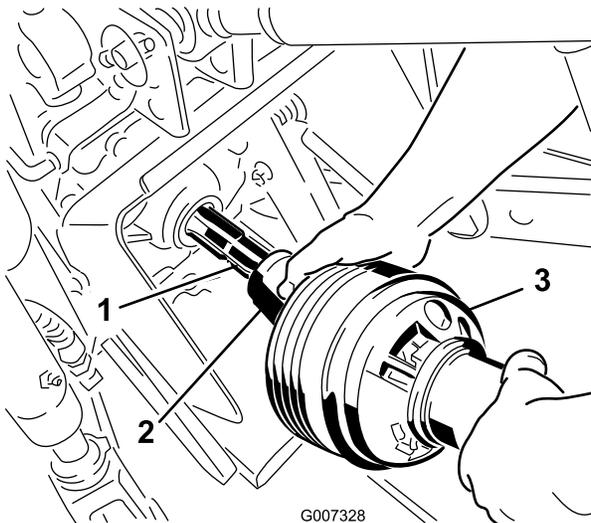

Figura 21
3. Ligue o veio da tomada de força ao veio da tomada de força do tractor (Figura 21).